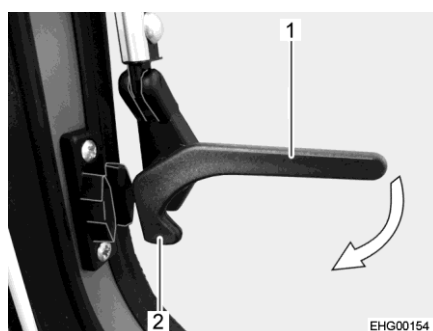

Fig. 38 Levier de verrouillage, latéral, (position "Ouvvert")
- Tourner les leviers de verrouillage latéraux (Fig. 38,1) d'un quart de tour en direction du cadre de la fenêtre jusqu'à ce que le tenon de verrouillage (Fig. 38,2) s'enclenche.